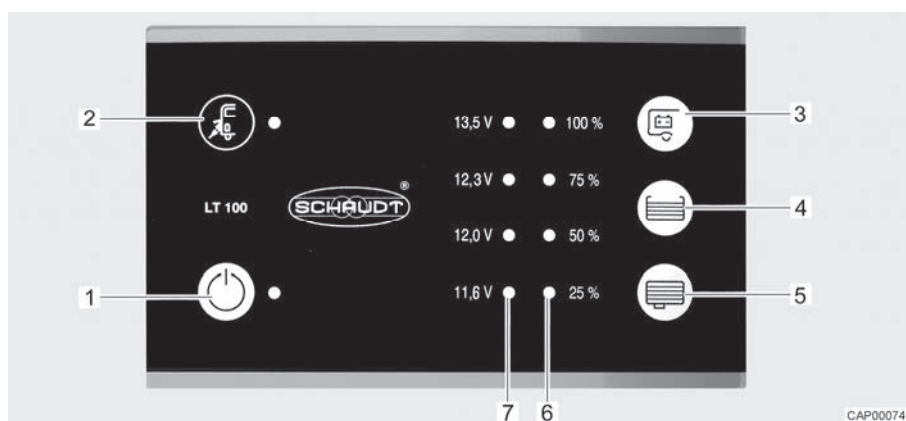

Fig. 81 Panneau de contrôle (LT 100)
La DEL jaune près du symbole de raccordement électrique "⚡" (Fig. 81,2) est allumée quand le véhicule est raccordé à une tension réseau externe. La DEL reste allumée quand le panneau de contrôle est éteint.
L'interrupteur principal 12 V (Fig. 81,1) établit ou coupe le panneau de contrôle et l'alimentation 12 V de la cellule.
- Appuyer sur l'interrupteur "⏻" (Fig. 81,1) : L'alimentation 12 V de la cellule est assurée. La DEL s'allume en vert.
- Appuyer de nouveau sur l'interrupteur "⏻" (Fig. 81,1) : L'alimentation 12 V de la cellule est coupée. La DEL s'éteint.
L'échelle DEL (Fig. 81,7) indique la tension de la batterie de cellule comme suit :
- Appuyer sur la touche "  " (Fig. 81,3) : La tension de la batterie de cellule est affichée.
L'échelle DEL (Fig. 81,6) indique le niveau de remplissage du réservoir d'eau fraîche ou de celui d'eaux usées.
Appuyer sur la touche " " (Fig. 81,4) : Le niveau de remplissage du réservoir d'eau fraîche est indiqué par les DEL allumées.
Appuyer sur la touche " " (Fig. 81,5) : Le niveau de remplissage du réservoir d'eaux usées est indiqué par les DEL allumées.